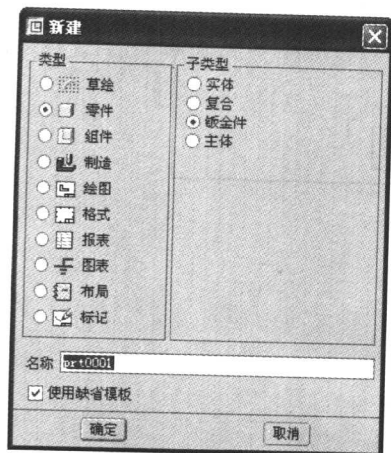

图 1-6 “新建”对话框
(1) 在工具栏中单击【新建】按钮 , 打开“新建”对话框, 在“零件”的“子类型”选项组中选中“钣金件”单选按钮 (即先选中“类型”选项组中的“零件”单选按钮, 再在“子类型”选项组中选中“钣金件”单选按钮), 如图 1-6 所示。
(2) 接下来需要在“名称”文本框中输入钣金件的文件名, 系统默认的文件名是 prt#。其中, “#”是当前新建文件的流水号, 如 prt0001、prt0002, 依次类推。
(3) 然后需要指定文件的模板, 系统默认为选中“使用缺省模板”复选框, 表示选用默认模板。钣金件设计默认使用的模板是 `inlbs_part_sheetmetal`, 即使用英寸 (in)、磅 (lb) 和秒 (s) 作为单位的钣金件设计模板。